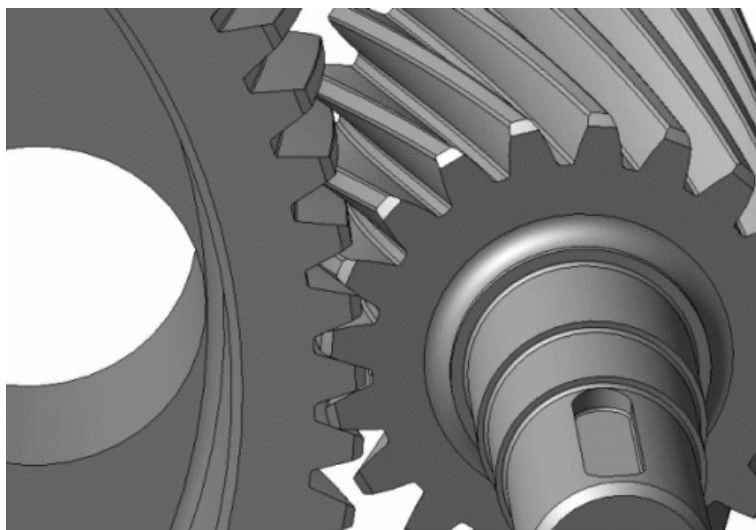

Рис. 3.110. Зубчатое косозубое зацепление
4. Следом за ведомым валом добавим в сборку ведущий вал-шестерню. Действуйте так же, как и при вставке ведомого вала и зубчатого колеса: просто вставьте вал-шестерню в точку начала координат сборки. Поскольку при построении модели шестерни мы смещали ее вправо на величину межосевого расстояния, а при вырезании первой пары зубьев эскиз размещали так, чтобы он автоматически вошел в зацепление с аналогичным эскизом колеса, то зубья передачи сразу после вставки войдут в зацепление (рис. 3.110). Вам опять не придется ничего делать, кроме фиксации компонента.